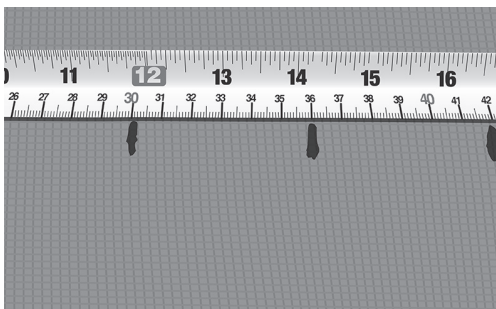

Fig. 4. Marker senteravstanden (c-c)
6. Marker den beregnede senteravstanden på veggen, armeringsnett eller lignende (Fig. 4).